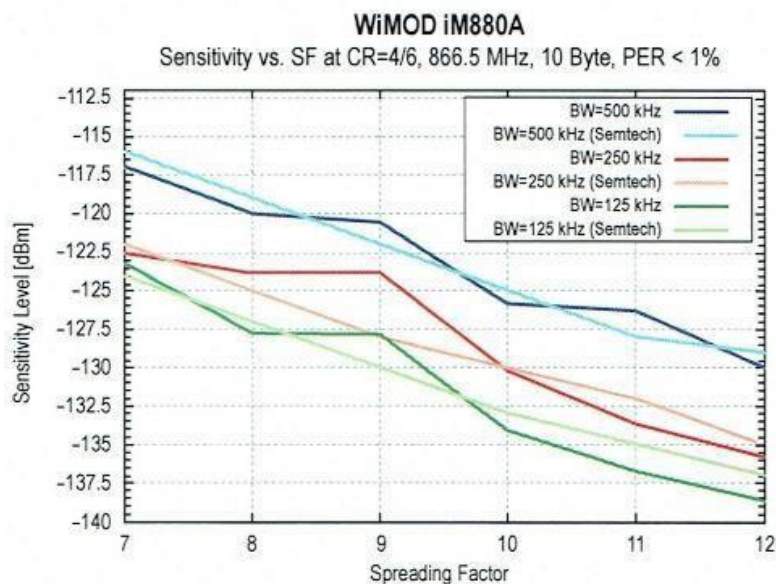

Figure 3 : sensibilité du récepteur LoRa en fonction du spreading factor et de la bande passante utilisés
Ces plages permettent une sensibilité élevée donc une meilleure portée suivante le figure 3, tout en restant largement au-dessus du débit requis.
D'après la figure 3, la sensibilité du récepteur LoRa augmente lorsque le spreading factor (SF) augmente et lorsque la bande passante (BW) diminue.